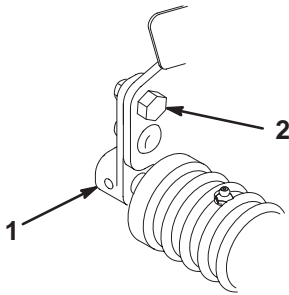

Bild 4
3. Lockern Sie die Sicherungsmuttern, die den rechten Rollenbügel vorne halten (Bild 4).
4. Drehen Sie, während Sie die Spindel fest auf der Platte halten und die vordere Rolle nur minimal belasten, die rechte obere Rollenbefestigungsschraube (Bild 4). Diese Befestigungsschraube hat einen Versatz, der beim Drehen exzentrisch (wie eine Nocke) wirkt, um die Rolle anzuheben oder abzusenken. Auf dem Schraubenkopf befindet sich ein Markierungspunkt, der die Schraubennocke markiert. Der Punkt zeigt an, in welche Richtung sich die rechte Seite der Rolle bewegt, wenn die Schraube gedreht wird.